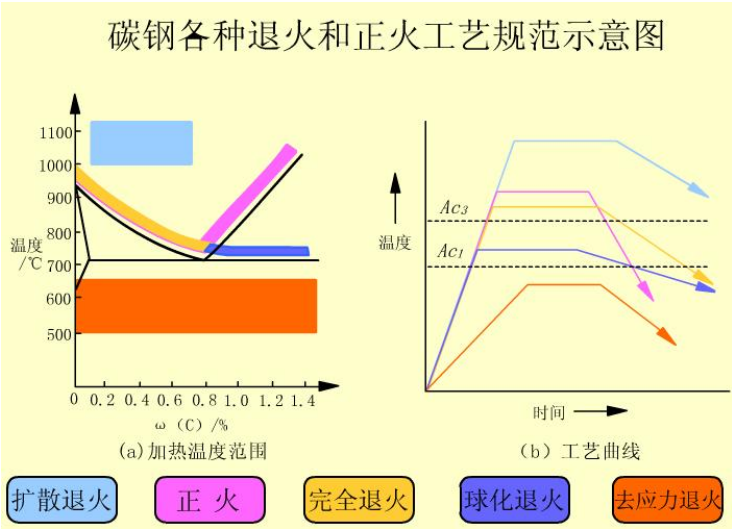
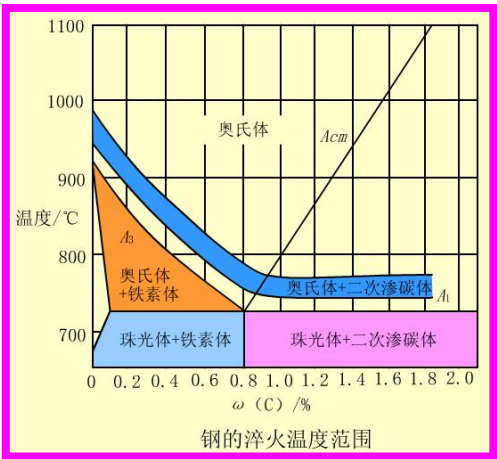

图 1 碳钢退火、正火温度区间
图 2 碳钢淬火温度区间
12、如何改善钢的切削性？（低碳钢正火，中碳钢退火，共析及过共析钢球化退火）。退火、正火热处理的工艺温度见图 1、图 2 所示（尽可能记住，因为热处理后的组织性能与温度密切相关）。熟练掌握各种工艺的目的。